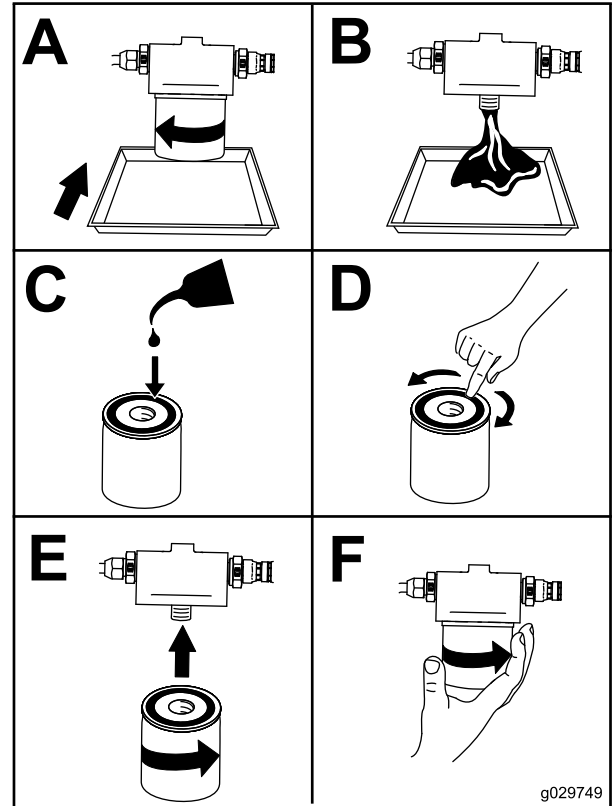

Figure 47
4. Remplacez le filtre à huile (Figure 47).